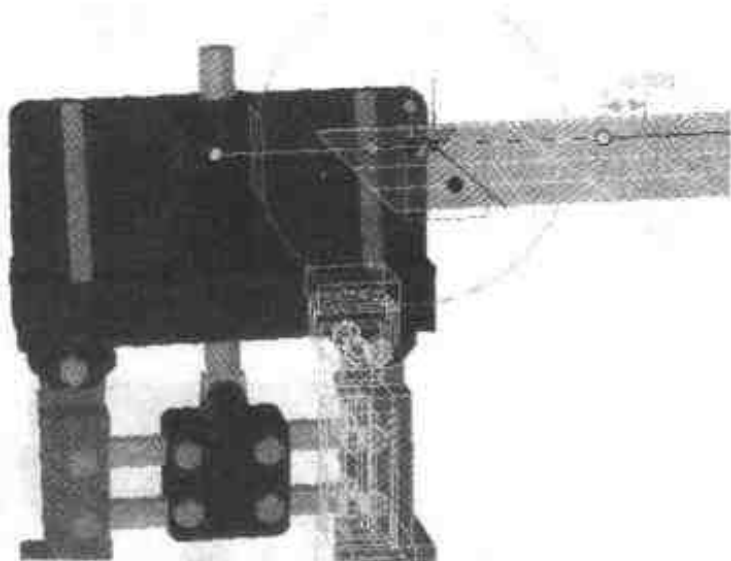

图 5.62 定义右夹的动画距离
- (8) 单击右夹动画轨迹末点, 右夹的蓝色外形轮廓线将显示出来。
- (9) 打开【三维球】, 选择并锁定与运动轨迹相对应的水平方向手柄, 右击并向左拖动手柄, 释放后选择【移动】单选按钮, 把移动的距离设为 10, 结果如图 5.62 所示。